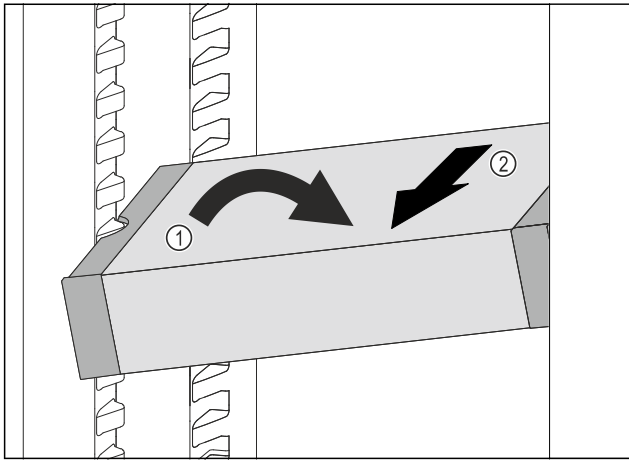

Fig. 85
- ▶ VarioSafe in het koelgedeelte schuin zetten. Fig. 85 (1)
- ▶ VarioSafe naar voren toe verwijderen. Fig. 85 (2)